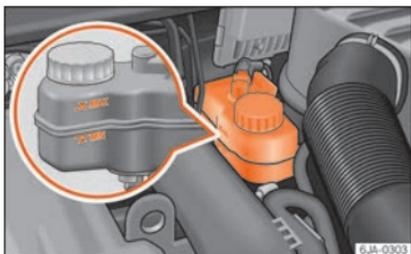

Fig. 246 Vano motor: depósito del líquido de frenos.
- Verifique el nivel de líquido de frenos en el depósito »» fig. 246. El nivel debe encontrarse entre las marcas "MIN" y "MAX".